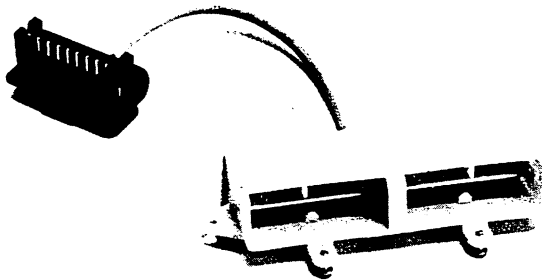
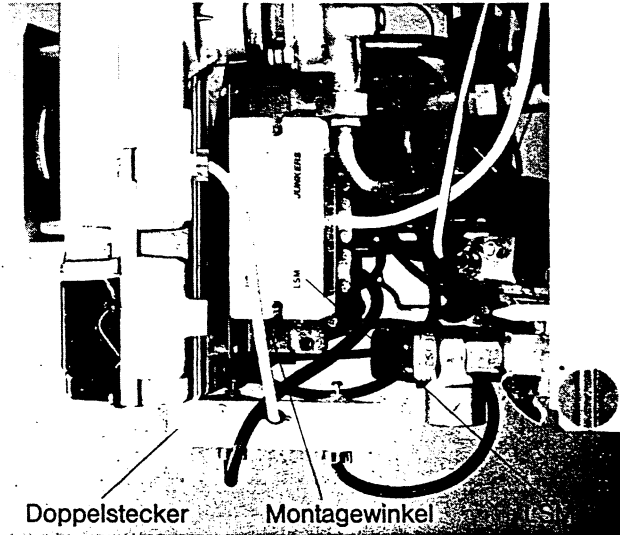

Abb. 2: Doppelstecker, Zubehör Nr. 286
Abb. 6: Montage LSM 1 (Holland)
Bei allen Kesselthermen mit eingebauter Abgasüberwachung (Abb. 2) wird ein Doppelstecker benötigt.
Sockel des LSM 1 auf Montagewinkel ⑤ schrauben und mit Befestigungsschrauben ⑥ auf die Rückseite des Kesselthermen-Schaltkastens montieren (Abb. 6). Elektrischer Anschluß entsprechend Beschreibung Ziffer 5.1 unter Verwendung des Doppelsteckers Nr. 286 (Abb. 2) ausführen. Ergänzende Anschlüsse entsprechend Ziffer 5.3 bis 5.6.